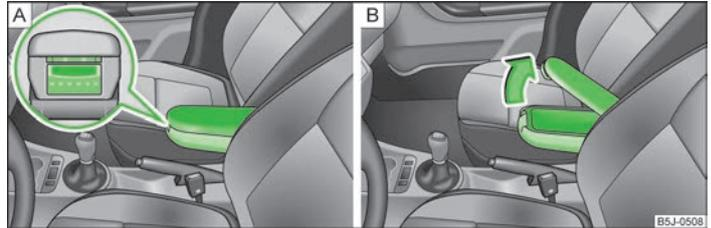

Abb. 68 Armlehne: Ablagefach / Ablagefach öffnen
- » Die untere Taste an der Stirnseite der Armlehne drücken » Abb. 68 - [A].
- » Die obere Taste drücken und den Deckel des Ablagefachs nach oben klappen » Abb. 68 - [B].